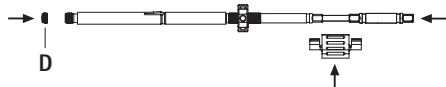

Rys. 11
- ▶ Nakręcić nakrętkę mocującą **C** na tulejkę wewnętrzną, patrz Rys. 11.